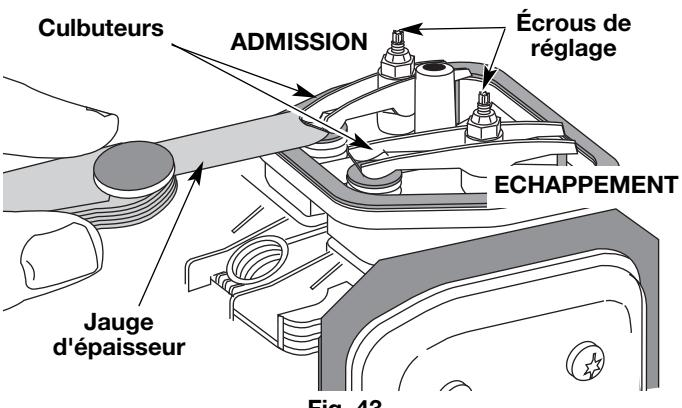

Fig. 43
9. Glissez la jauge d'épaisseur entre le culbuteur et le ressort de rappel de la soupape. Mesurez le jeu entre la tige de soupape et le culbuteur (Fig. 43). Faites-le pour les soupapes d'admission et d'échappement.
L'écart de jeu recommandé pour l'admission et l'échappement est de 0,076 – 0,152 mm (0,003 – 0,006 po). Servez-vous d'une jauge d'épaisseur d'automobile standard de 0,127 mm (0,005 po). La jauge d'épaisseur devrait pouvoir glisser entre le culbuteur et la tige de soupape en rencontrant une faible résistance mais sans coller (Fig. 43 et 44).